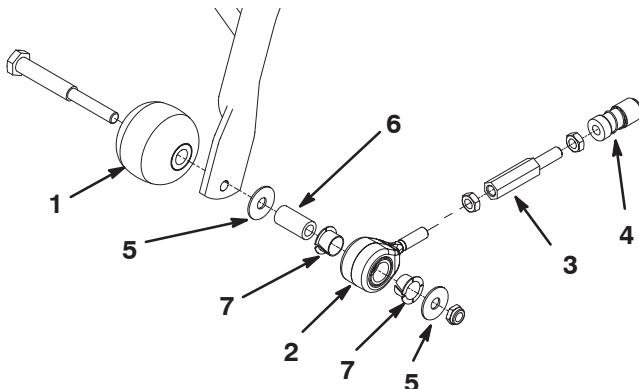

Bild 9
1. Befestigen Sie eine Antiskalpierrolle und ein Ziehverbindungsteil mit einer Rollenwelle, einem Distanzstück, Scheiben und einer Sicherungsmutter außen an jedem vorderen Rahmenträger (Bild 9). Stellen Sie sicher, dass alle Teile wie abgebildet angeordnet sind, und die Nylonbüchsen im Ziehverbindungsteil sind.